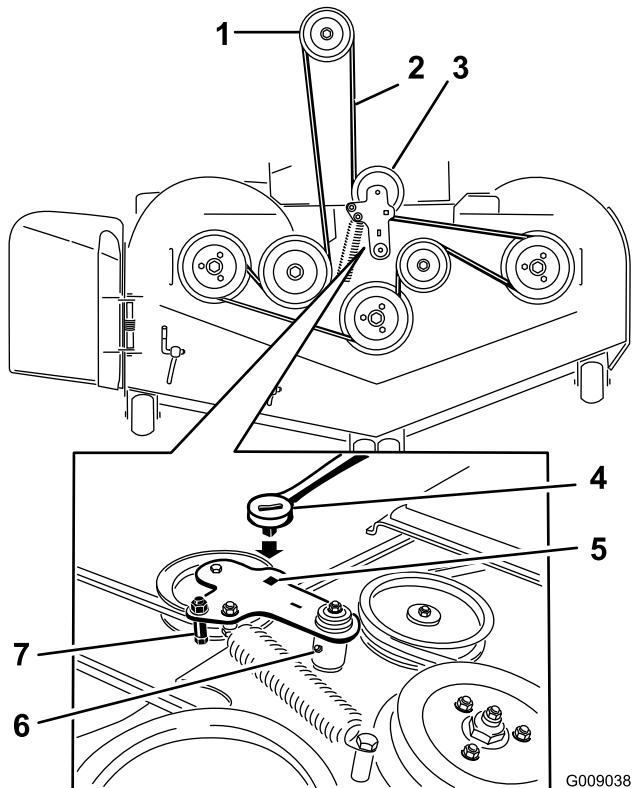

Figura 56
- Utilice una llave de carraca en el taladro cuadrado del brazo tensor para aliviar la tensión del muelle tensor (Figura 56).
- Retire la guía de la correa del brazo tensor tensado con muelle según lo ilustrado en Figura 56.
- Pase la correa nueva alrededor de las poleas del cortacésped y de la polea del embrague, debajo del motor (Figura 56).
- Instale la guía de la correa en el brazo tensor según se muestra en Figura 56.
- Utilizando la llave de carraca en el taladro cuadrado, instale el muelle tensor (Figura 56). Asegúrese de que los extremos del muelle están asentados en las ranuras de anclaje.